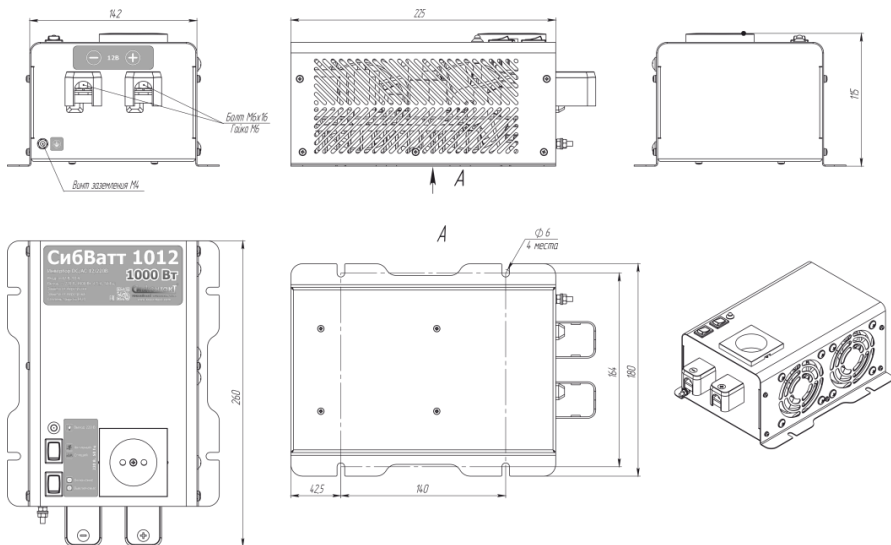

Рисунок 1. Внешний вид инвертора СибВатт 1012/ СибВатт 1024
5.3 На лицевой панели инвертора расположены (см. рисунок 1):